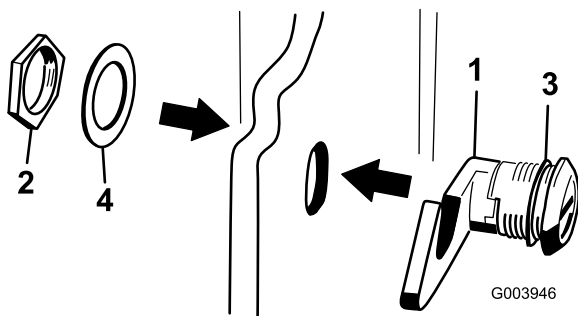

Bild 6
3. Nehmen Sie die Mutter vom Motorhaubenriegel ab (Bild 6).